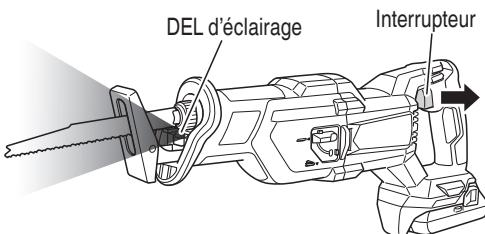

Fig. 25
4. Comment utiliser la DEL d'éclairage (Fig. 25)